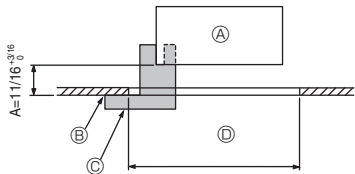
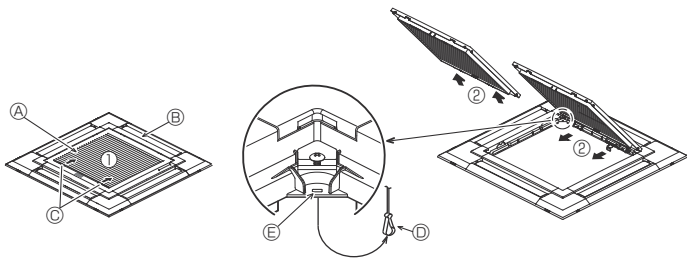
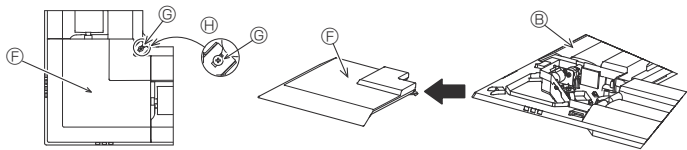

Fig. 6-2
Fig. 6-3
Fig. 6-4
①	Grille	1	950 × 950 (mm), 37-13/32 × 37-13/32 (pouces)
②	Jauge	1	Divisée en quatre parties
③	Vis (4 × 16)	1	Pour TPLFYP-EM
④	Panneau en coin 3D i-see Sensor	1	Pour TPLFYP-EM
6.2. Préparation avant d'attacher la grille (Fig. 6-2)
- A l'aide de la jauge ② fournie avec ce kit, régler et vérifier la position de l'appareil par rapport au plafond. Si l'appareil n'est pas correctement positionné, il y aura des risques de fuites d'air et de la condensation pourrait s'accumuler.
- ① Appareil principal
② Plafond
③ Jauge ② (insérée dans l'appareil)
④ Dimensions de l'ouverture dans le plafond
6.2.1. Retrait de la grille d'admission (Fig. 6-3)
- Pour ouvrir la grille d'admission, faire glisser les leviers dans le sens indiqué par la flèche ①.
- Lorsque la grille se trouve en position "ouverte", retirer la charnière de la grille d'admission comme indiqué par la flèche ②.
6.2.2. Retrait du panneau en coin (Fig. 6-4)
- Retirer la vis du coin du panneau en coin. Faire glisser le panneau comme indiqué par la flèche ① pour le déposer.
- [Fig. 6-3] [Fig. 6-4]
① Grille d'admission
② Grille
③ Leviers de la grille d'admission
④ Crochet de la grille
⑤ Orifice pour le crochet de la grille
⑥ Panneau en coin
⑦ Vis
⑧ Détail